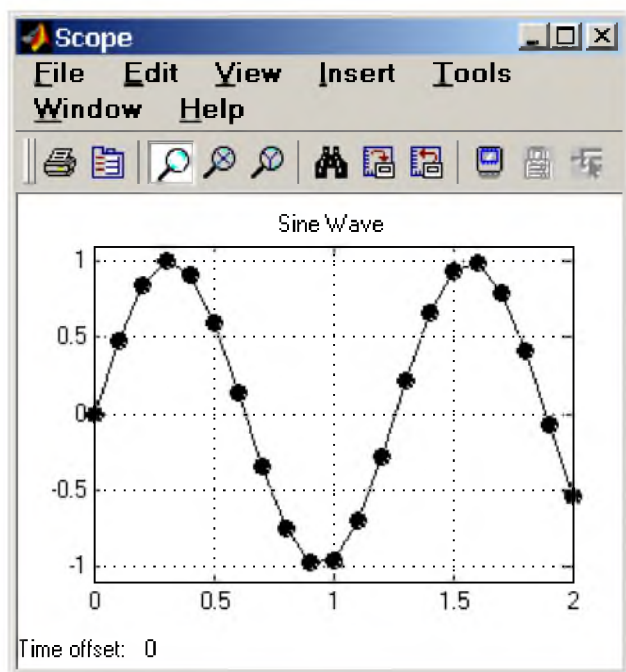
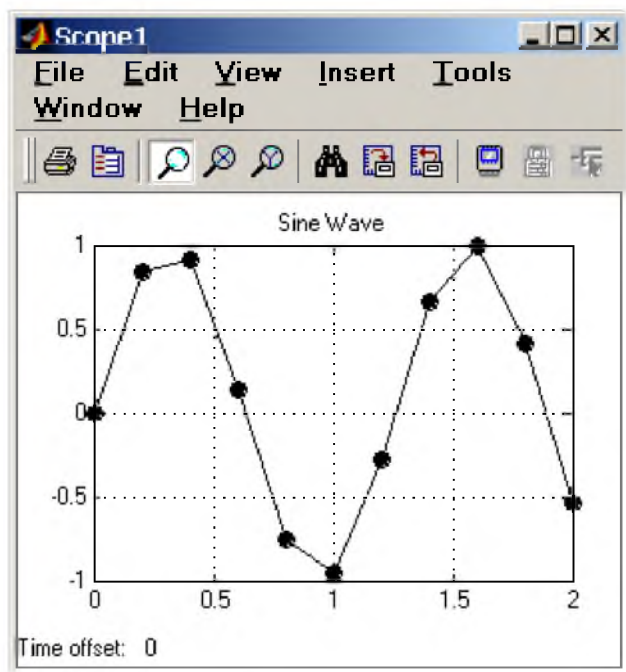

Рис. 9.2.6. Отображение синусоидального сигнала (**Decimation** = 1).
Рис. 9.2.7. Отображение синусоидального сигнала (**Decimation** = 2).
4. **Sampling** — установка параметров вывода графиков в окне. Задаёт режим вывода расчетных точек на экран. При выборе **Decimation** кратность вывода устанавливается числом, задающим шаг выводимых расчетных точек. На рис. 9.2.6 и 9.2.7. показаны графики синусоидальных сигналов рассчитанных с фиксированным шагом **0.1** с. На рис. 9.2.6 в окне блока **Scope** выводится каждая расчетная точка (параметр **Decimation** равен **1**). На рис. 9.2.7 показан вывод каждого второго значения (параметр **Decimation** равен **2**). Маркерами на графиках отмечены расчетные точки.